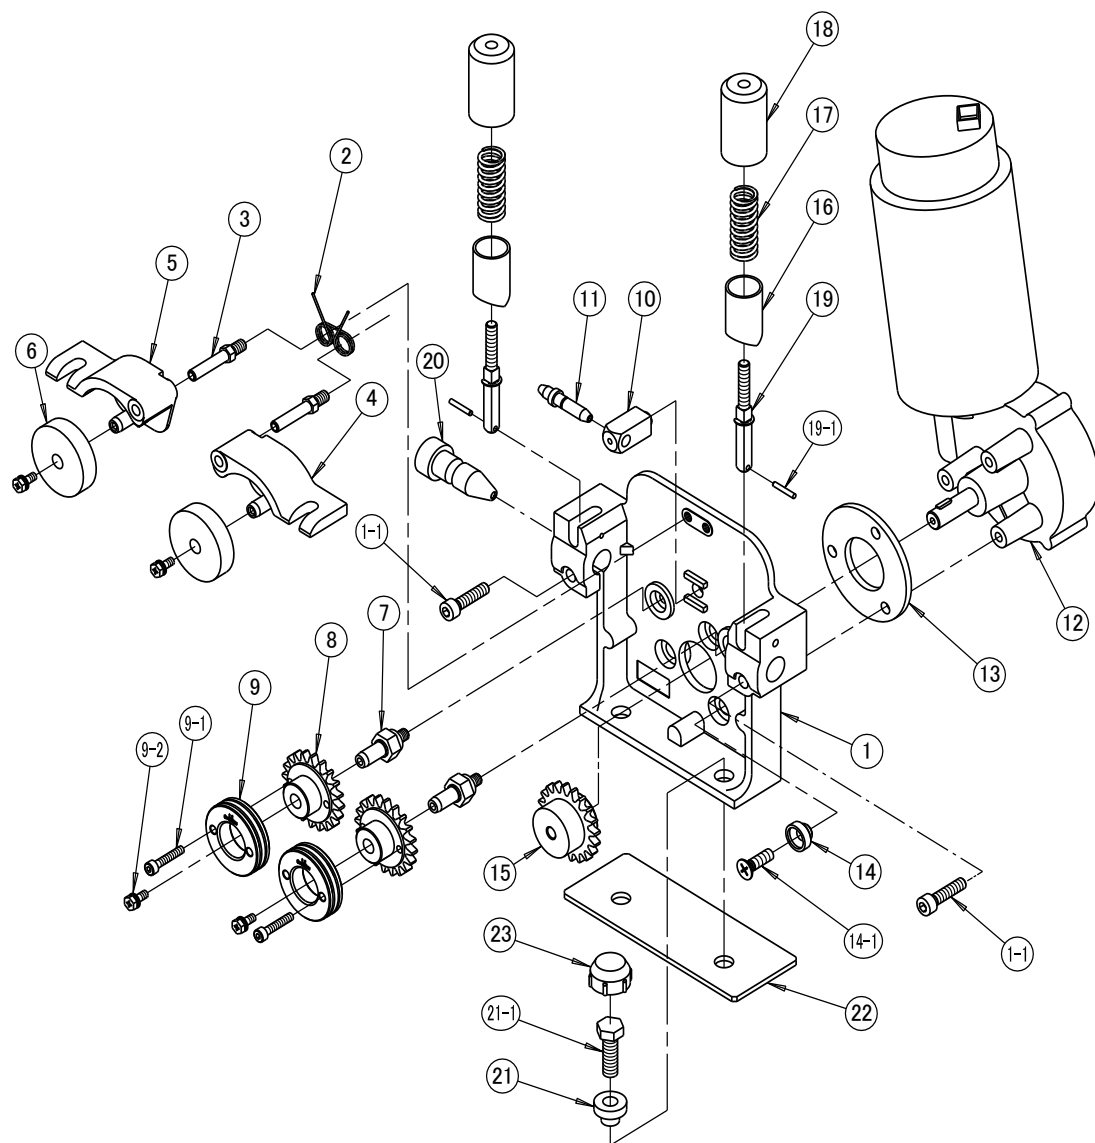

図 2. 送給装置分解図
⑨ パーツリスト(つづき)
9. 2 送給装置関係 (図2)